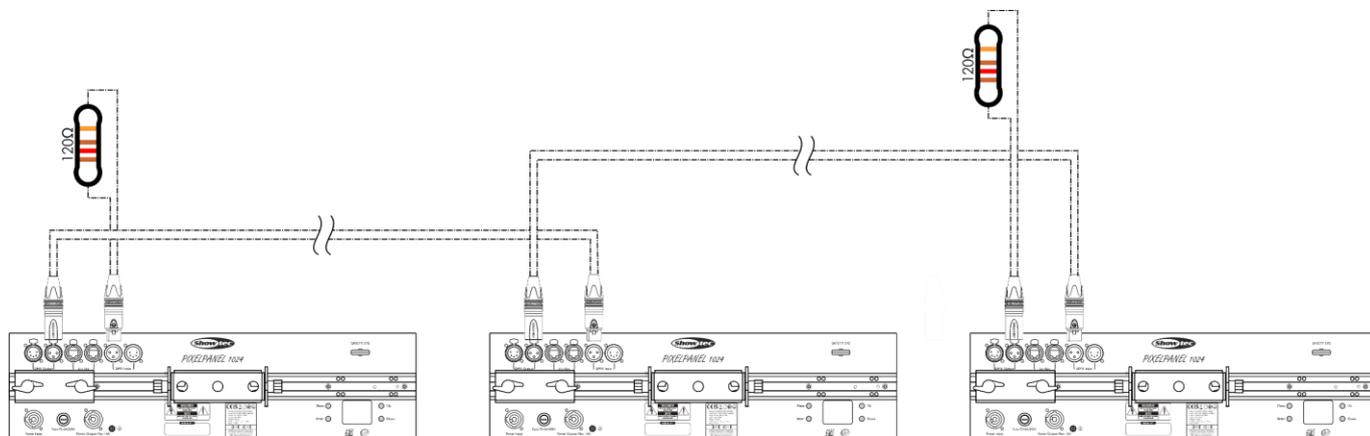

Fig. 06
- 02) Ripetere il passo 1 per collegare tutti i dispositivi come mostrato nella Fig. 06.